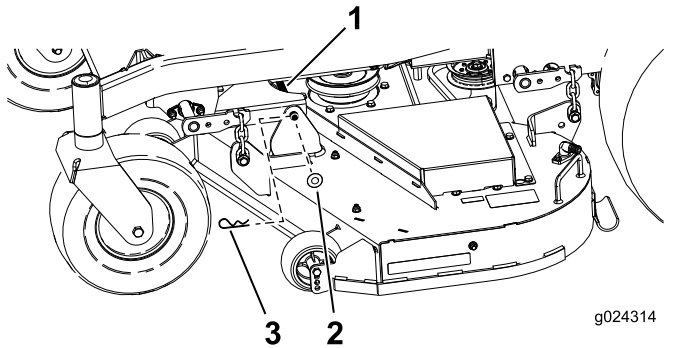

**Bild 76**
3. Entfernen Sie die Ketten von den Haken an den Mähwerkhubarmen (Bild 76).
6. Heben Sie das Heck des Mähwerks an und befestigen Sie die Ketten an den Mähwerkhubarmen (Bild 76).
7. Befestigen Sie die vorderen Ketten an den vorderen Hubarmen (Bild 76).